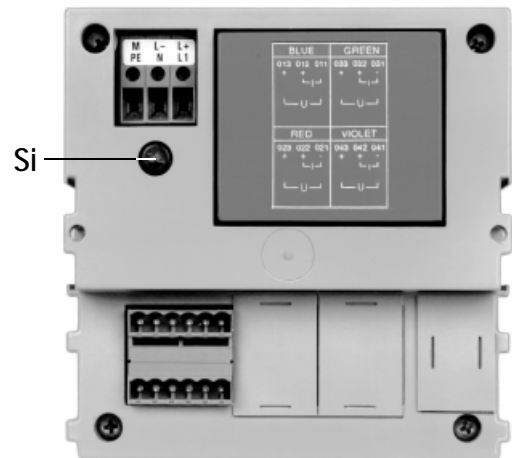

Bild 19 Sicherung Si erneuern
4.1 Sicherung erneuern (siehe Bild 19)